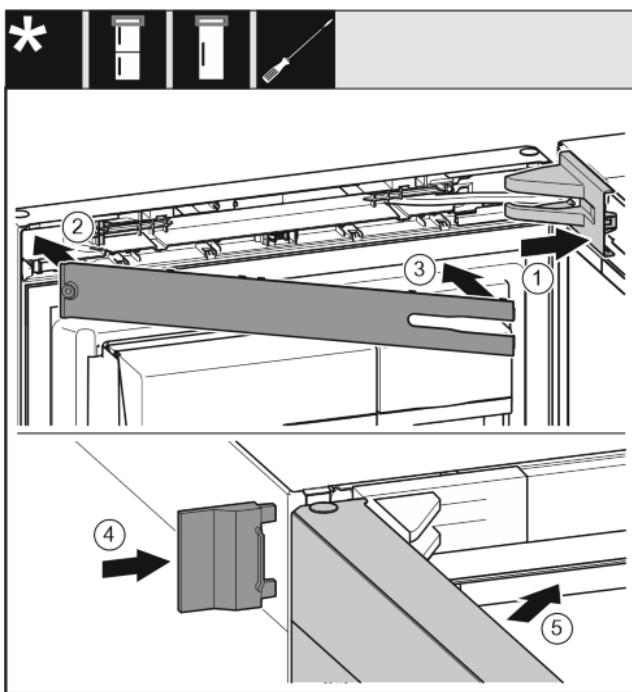

Fig. 39
- ▶ Okrenite zglob u podlošku ležaja. Fig. 39 (1)
- ▶ Umetnute svornjak u podložak ležaja i zglob. Pritom pazite da ispuštanje za blokiranje ispravno dosjedne u utor. Fig. 39 (2)
- ▶ Skinite osigurač. Fig. 39 (3)
- ▶ Nataknite pokrov. Fig. 39 (4)